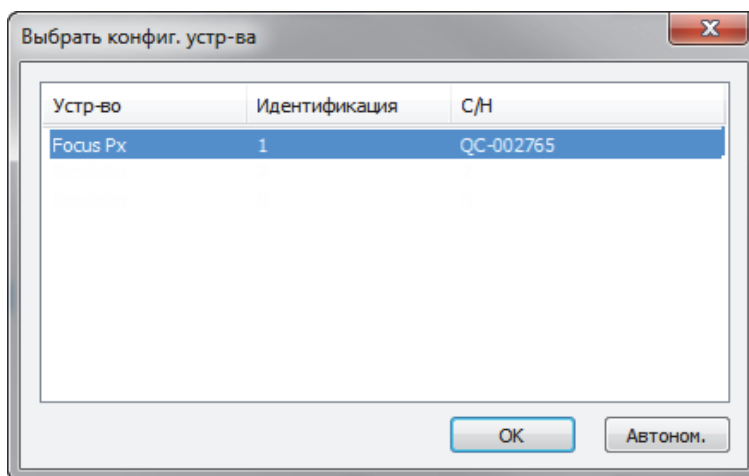

Рис. 1-28 Окно Выбор конфигурации устройства
6. При запуске версии **Inspection** (Контроль) открывается диалоговое окно **Выбрать конфиг. устройства** (см (Рис. 1-28 на стр. 47)). В диалоговом окне выполните следующее: